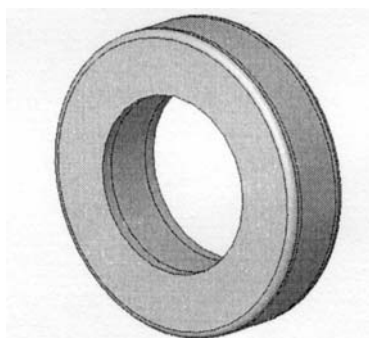

Рис. 7. Собранный подшипник.
11. Получим полностью собранную сборку, как показано на рис. 7., которую сохраним с именем «подшипник.sldasm».